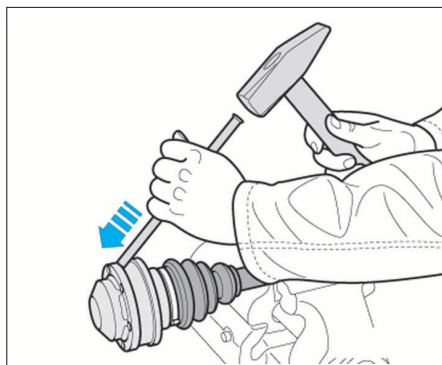

FIG. 7
- Chasser le couvercle du joint à l'aide d'un jet approprié (Fig.7).